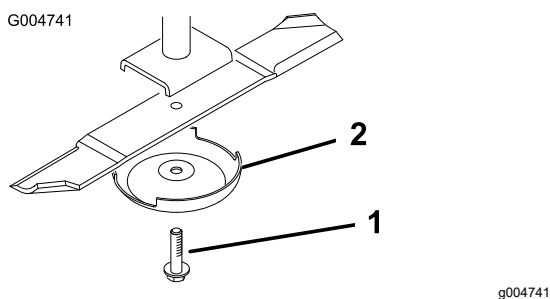

Рисунок 141
3. Снимите болт ножа, защитный колпак и нож с вала шпинделя (Рисунок 141).